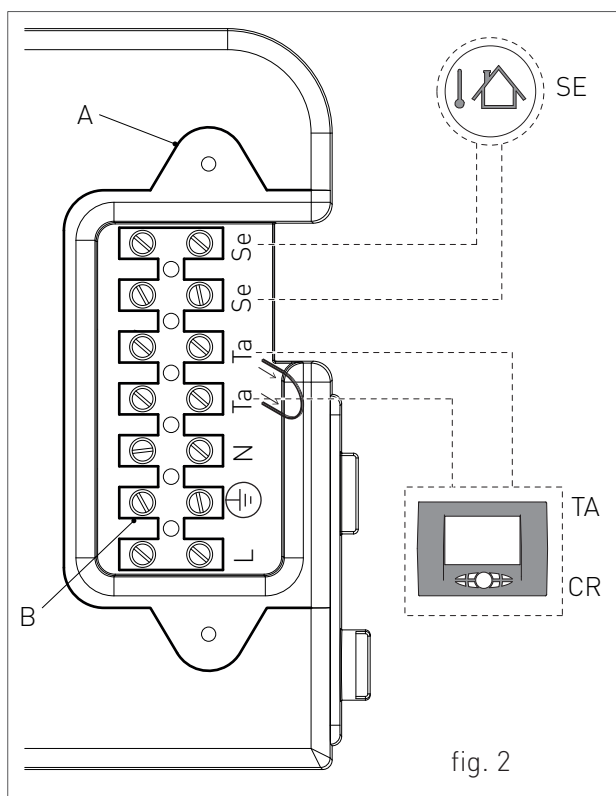

fig. 2
Montare il box di neutralizzazione condensa, completo di granulato e carboni attivi, per una potenza trattata fino a 350 kW (vedi fig.2). Il dispositivo consente di neutralizzare la condensa che si raccoglie nei generatori termici e/o nei sistemi di scarico fumi in acciaio inox, plastica, vetro o ceramica.
- › rimuovere il mantello frontale della caldaia (vedi capitolo ACCESSO ALLA CALDAIA); svitare le due viti e rimuovere il piastrino "A" (vedi fig. 2).
- › Una volta rimosso il piastrino effettuare i seguenti collegamenti sulla morsettiera "B" (vedi fig. 2):